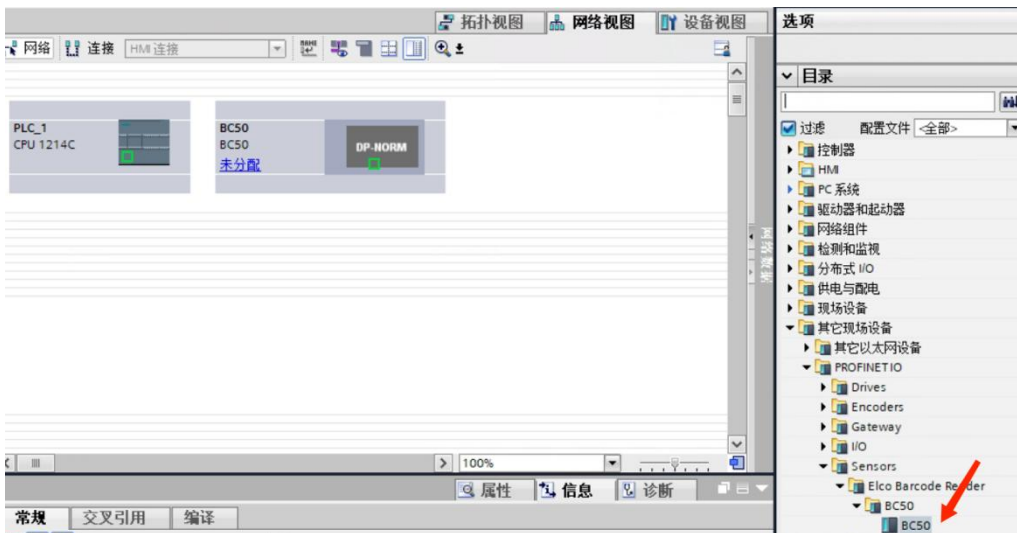

Fig 71. PLC Profinet-手动将 BC50 读码器拖到网络组态中
3. 如 Fig 71 所示，返回**设备和网络**界面，手动将右侧设备列表里已经添加好的 BC50>BC50 拖到左边的网络组态画面里。